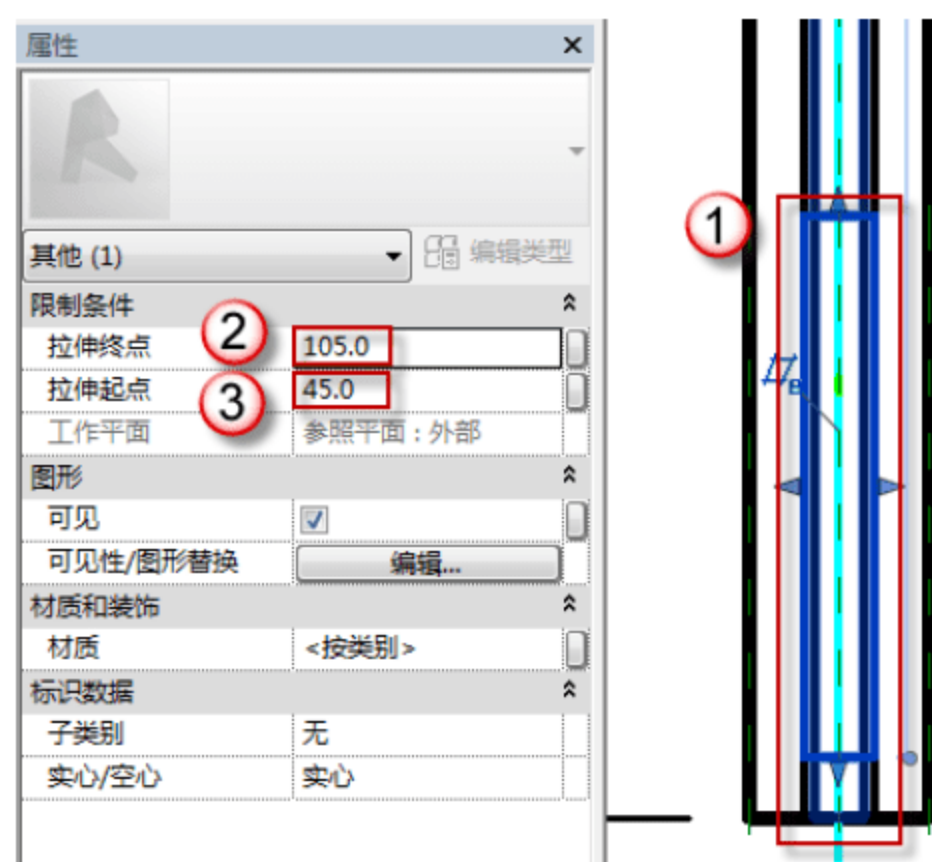

图 6.1.28 修改百叶窗洞的位置及厚度
(28) 修改百叶窗洞的位置及厚度。选择前面绘制好的窗洞，打开“属性”面板，在“属性”面板中，在“拉伸终点”中输入“105”字样，在“拉伸起点”中输入“45”字样，如图 6.1.28 所示。